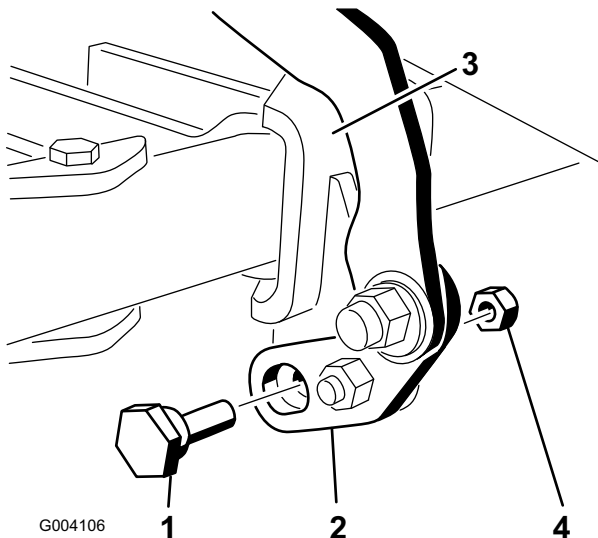
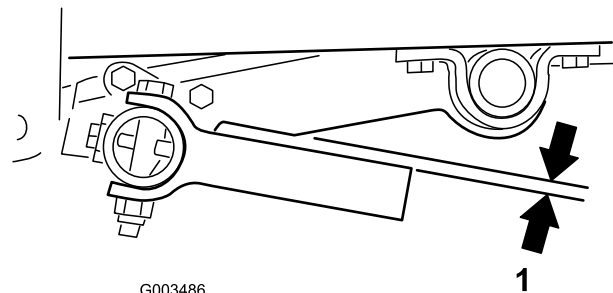

Figura 16
Figura 20
6. Instale el perno excéntrico por la parte inferior de la pestaña de giro y el soporte del pivote y fíjelo usando una contratuerca (5/16 pulgada) (Figura 16).
2. Gire el perno excéntrico en cualquier sentido hasta que las púas de la barra de herramientas estén paralelas al brazo de elevación (Figura 16 y Figura 20).